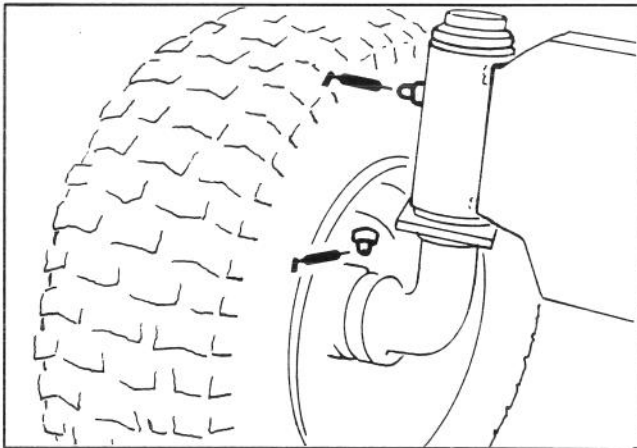

Abbildung 8
1. Die Schmiernippel an den Achsen und Rädern mit einem sauberen Lappen abwischen (Abb. 8). Wenn Lack an der Vorderseite der Nippel vorzufinden ist, diesen abkratzen.
2. Beide Vorderachsen mit Nr. 2 Allzweckfett abschmieren (Abb. 8). Solange Fett einpressen, bis es aus den Achsen hervordringt. Überflüssiges Fett abwischen.
3. Beide Vorderachsen mit Nr. 2 Allzweckschmierfett abschmieren (Abb. 8). Die Fettpresse ungefähr viermal betätigen. Überflüssiges Fett abwischen.